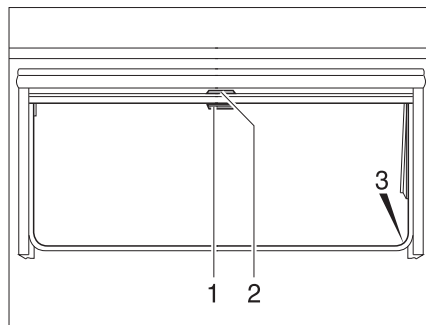

Fig. 39 Fenêtre projetante
- Tirer le store occultant vers le bas en le maintenant par la poignée (Fig. 39,2). Lorsque le store occultant est complètement fermé, l'accrocher des deux côtés du cadre de la fenêtre dans le dispositif de blocage (Fig. 39,3).
- Lorsque le store occultant est complètement fermé : Appuyer sur la poignée (Fig. 39,2) vers le bas tout en la tirant légèrement vers l'intérieur. Décrocher à droite et à gauche le store occultant du dispositif de blocage du cadre de la fenêtre.
- Si le store occultant se trouve dans une position intermédiaire : Tirer la poignée (Fig. 39,2) vers le bas jusqu'à ce que le dispositif de blocage se débloque.
- Tirer la moustiquaire par la poignée (Fig. 39,1) vers le bas et l'accrocher des deux côtés sur le cadre de la fenêtre dans le dispositif de blocage (Fig. 39,3).
- Appuyer sur la poignée (Fig. 39,1) vers le bas tout en la tirant légèrement vers l'intérieur. Décrocher à droite et à gauche la moustiquaire des dispositifs de blocage du cadre de la fenêtre.